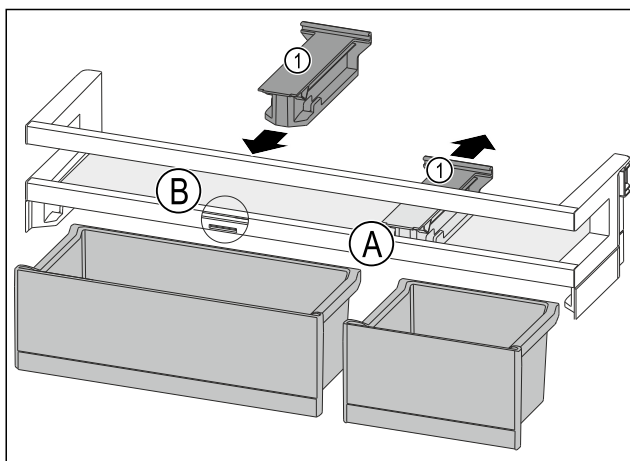

Fig. 196
- Снимите крепление Fig. 196 (1) в позиции Fig. 196 (A), отодвинув его назад.
- Установите крепление Fig. 196 (1) в позиции Fig. 196 (B).